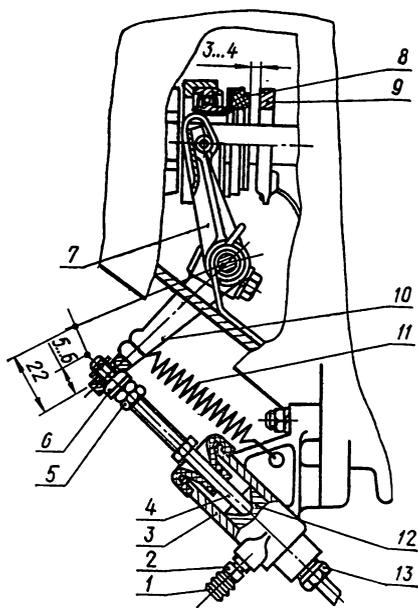

Рис. 21. Регулировка свободного хода педали сцепления:
1. Периодической проверки и, если требуется, регулировки свободного хода педали сцепления. При регулировке необходимо снять натяжную пружину 11 (рис. 21) и, предварительно отодвинув рычаг 10 вилки вместе с толкателем 4 до упора последнего в поршень 12, переместить рычаг 10 влево до упора проставки выжимного подшипника 8 в пята 9 отжимных рычагов. Ход рычага 10 относительно регулировочной гайки 6 толкателя 4 должен быть в пределах 5—6 мм, что соответствует зазору между пятой и проставкой подшипника 3—4 мм. В случае, если ход рычага меньше, чем нужно, придерживая ключом толкатель 4, следует отпустить контргайку 5 и, поворачивая регулировочную гайку 6 и проверяя ход рычага, установить его свободный ход в пределах 5—6 мм, а затем законтрить регулировочную гайку 6, надеть натяжную пружину 11.